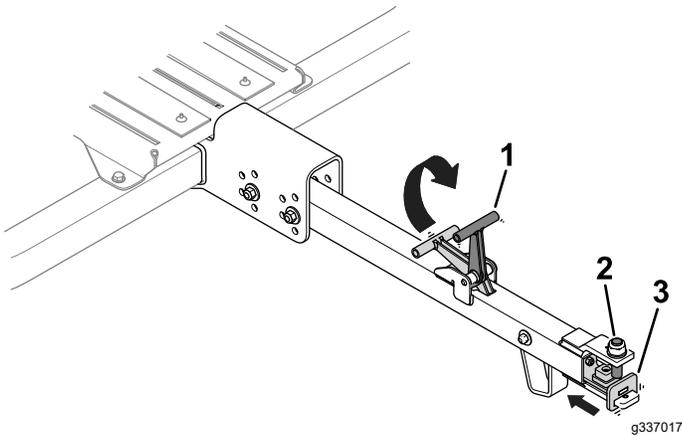

Figura 26
1. Levante o manípulo do garfo (Figura 26).